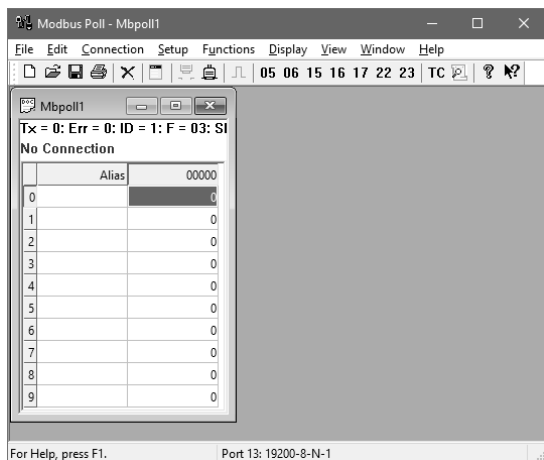

Рисунок 41 – Окно программы «Modbus Poll»
3.12.3 Запустить программу «Modbus Poll» (рисунок 41).